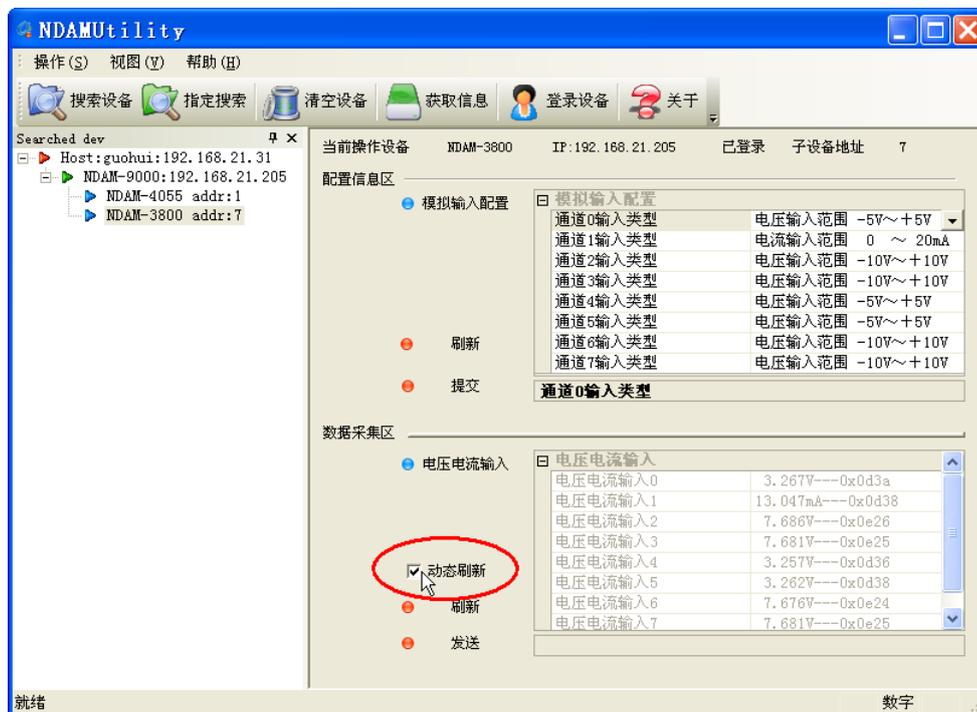

图 3.7 测量结果显示
- 7) 通过显示窗口读出各通道的测量结果，可以将“动态刷新”前的复选框选中，如图 3.7 所示进行数据动态刷新（刷新时间间隔 1 秒）来监测测量结果。